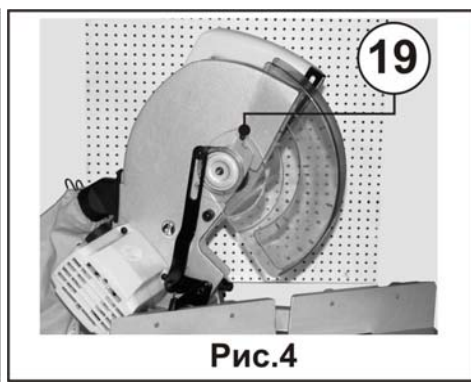
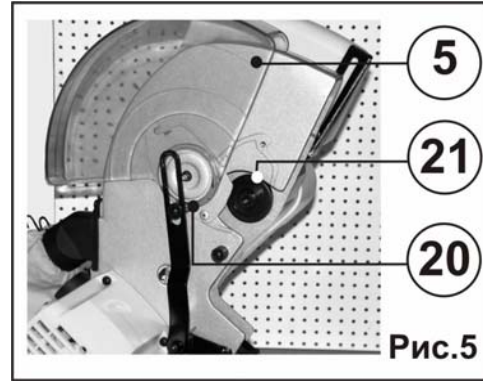

Рис.4
Рис.5
8.3.1. Извлеките винт (19), Рис. 4.
8.3.2. Отведите кожух шпинделя (20) и защитный кожух (5) назад, освободив доступ к шпинделю пилы (21), Рис. 5.
8.3.6. Поверните крышку шпинделя (20) и защитный кожух (5), Рис.5, вперед и установите винт (19), Рис.4, извлеченный на первом этапе (п.8.3.1).